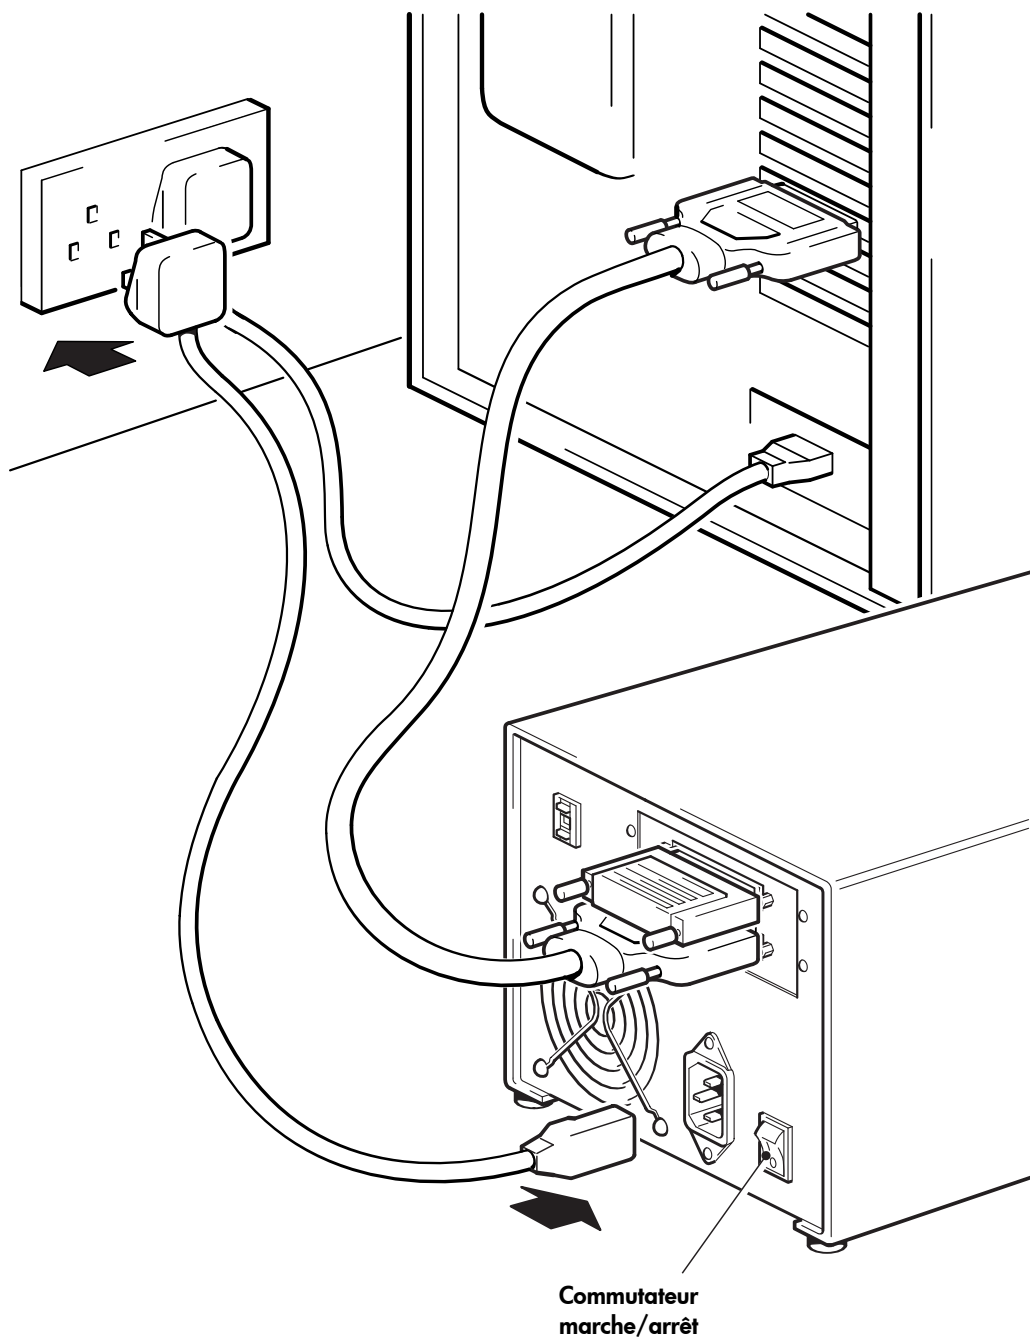

Figure 6 : connexion du câble d'alimentation
- 2** Branchez le câble d'alimentation dans le connecteur situé sur le panneau arrière du lecteur de bande (voir figure 6).